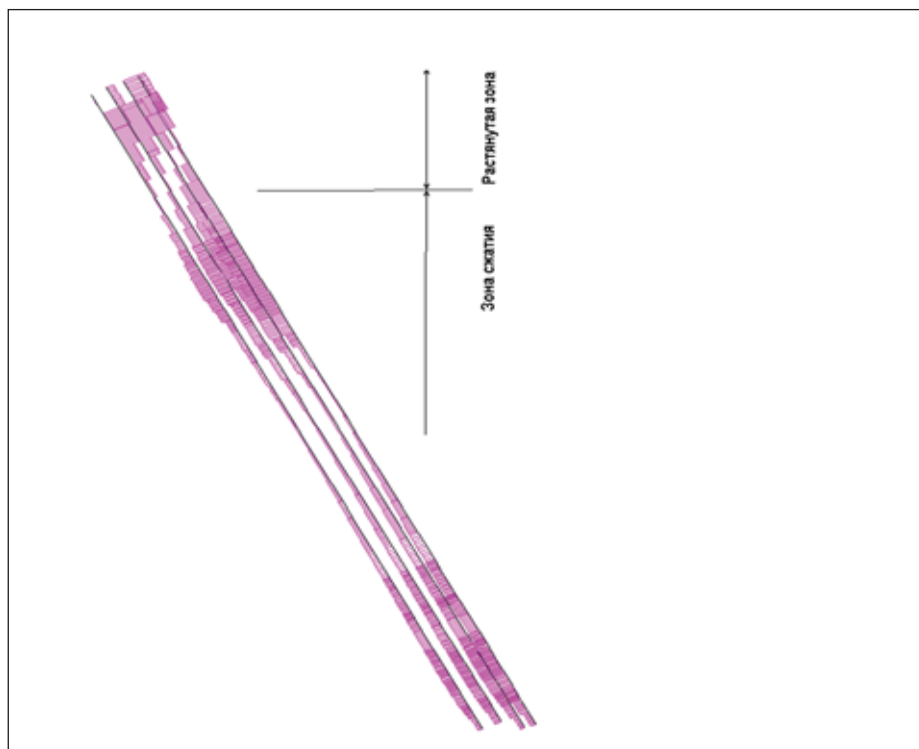

Рис. 6. Усилия в арматуре наружных слоев
- с) внешняя арматура растянута только в верхней зоне. В других местах, расположенных под нижней анкерной плитой, эта арматура включается в работу стены на сжатие (рис. 6);